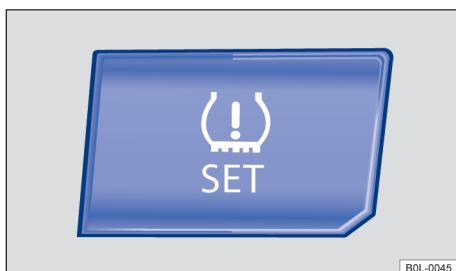

图 147 中控台上：胎压监测按钮
- 当所有 4 个轮胎压力都符合要求的数值时，按住中控台上部的  按钮 → 图 147，直到系统发出一个确认音为止。